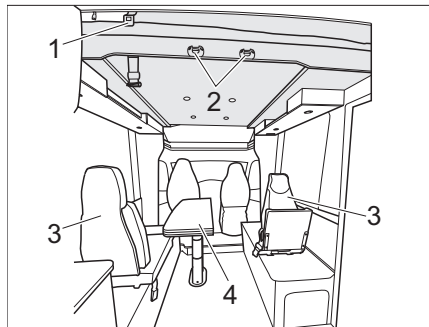

Bild 167 Elektrisk höjbar säng (variant 3)
- Man fäster stegen med båda byglarna på klämmorna (Bild 167,2) på den höjbara sängen.
- Flytta ner det sänkbara vikbord med två ben (Bild 167,4) (se kapitel 7.8.8).
- Ta bort och stuva undan två enkelsäten. (Bild 167,3).